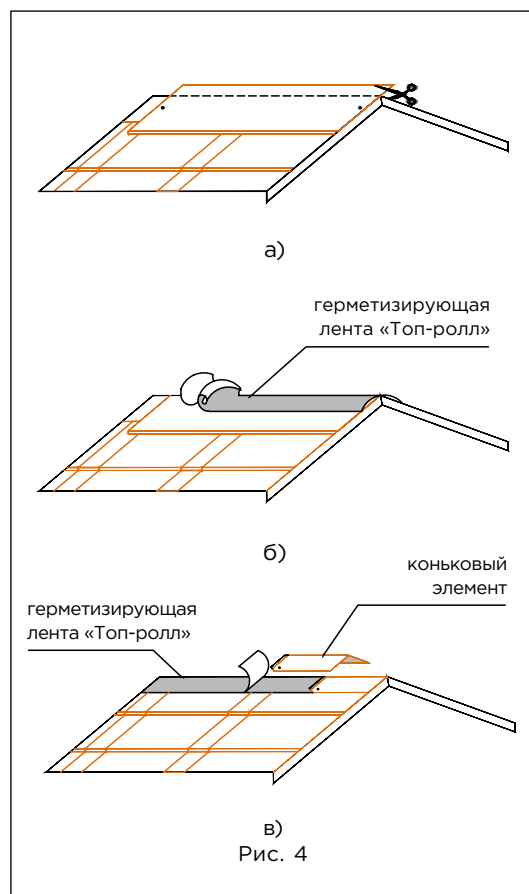

Рис. 4
Конек (рис. 4)
• Верхний ряд черепицы доводится до линии конька (ребра), выступающие части листов обрезаются (рис. 4а);
• линии коньков и ребер герметизируются специальной самоклеящейся лентой «Топролл» (рис. 4б);
• далее устанавливаются внахлест специальные коньковые элементы (направление укладки по преимущественному направлению ветра). Каждый коньковый элемент плотно прижимается к основанию кровли и фиксируется двумя гвоздями из нержавеющей стали длиной 35 мм, которые перекрываются следующим коньковым элементом (рис. 4в).